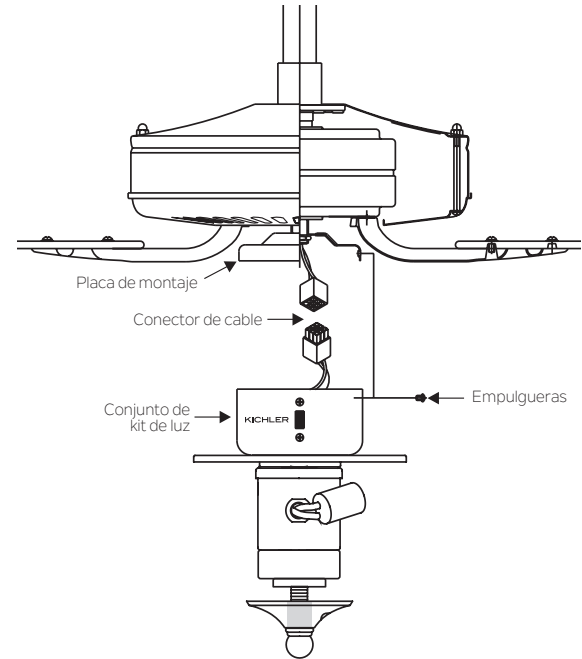

Figura 2
- 4) Levante y sostenga el conjunto del kit de luz cerca de la placa de montaje. Junte los enchufes de conexión del cable. (Figura 2)
- 5) Empuje con cuidado todos los cables dentro de la carcasa del interruptor, luego instale el conjunto del kit de luces en la placa de montaje con los 3 tornillos provistos. Asegúrese de apretar todos los tornillos. (Figura 2)